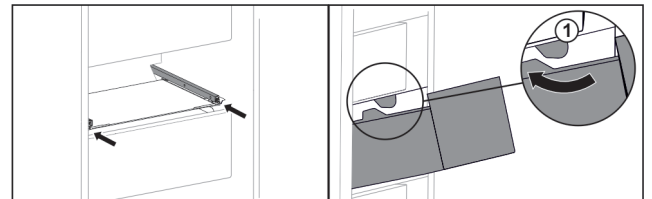

Fig. 38
- ▶ Обвести висувний ящик навколо стопора Fig. 38 (1).